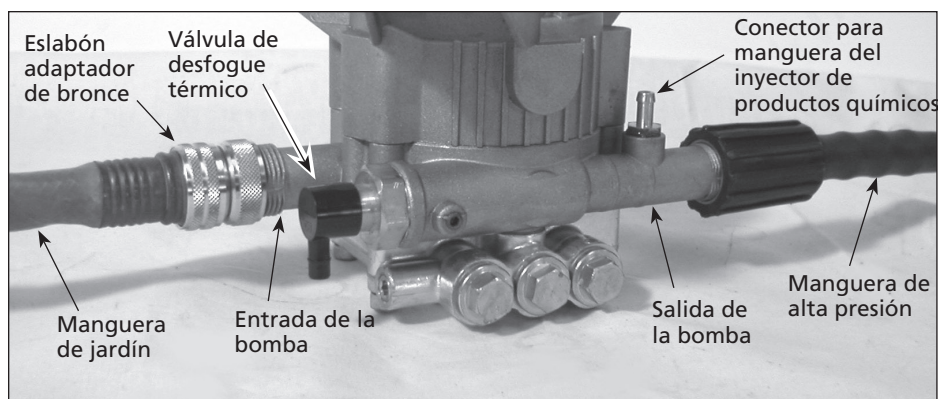
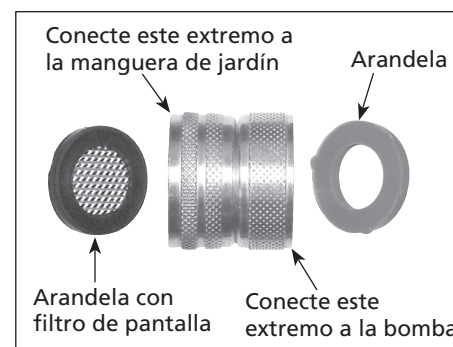
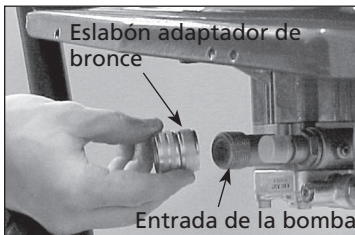

Figura 2 - Conexión de la bomba
Figura 3 - Eslabón adaptador de bronce
Figura 4 - Conecte el eslabón adaptador a la bomba
1. Conecte el tubo de plástico transparente al conector dentado de la bomba (ver Figura 2 en la página 21).
2. **Adaptador giratorio de bronce** (vea la Figura 2). Si ya no está conectado a la entrada de la bomba, arme el eslabón adaptador y conéctelo a la entrada de la bomba (Figura 3 y Figura 4). Asegúrese de conectar el lado correcto del eslabón adaptador a la bomba.